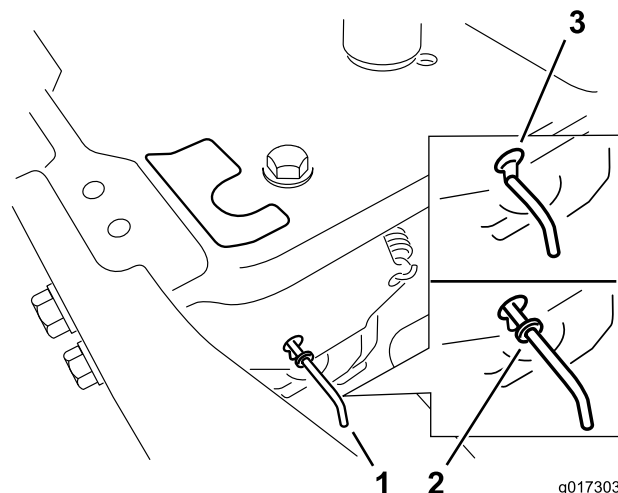

Bild 25
4. Schieben Sie die Bypasshebel nach vorne durch das Schlüssellock und nach unten, um sie zu arretieren (Bild 25).
Schieben Sie die Bypasshebel nach hinten durch das Schlüssellock und nach unten, um sie zu arretieren, wie in Bild 25 dargestellt.